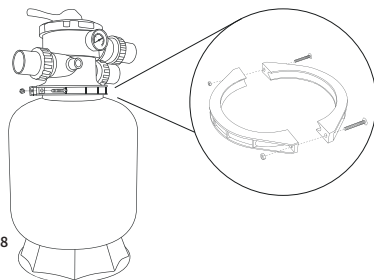

Figura 8
- f. Coloque las dos abrazaderas de la brida y apriete lo suficiente, para así evitar fugas (Ver figura 8).